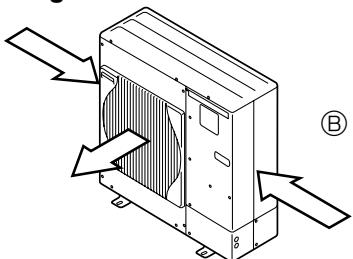

Fig. 2-4
- ③ Coloque la unidad de manera que la salida de aire sople en dirección perpendicular a la dirección estacional del viento, si la conoce. (Fig. 2-4)
- ④ Dirección del viento